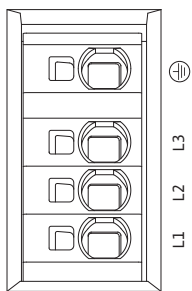

Fig. 33: Močnostne sponke (sponke omrežnega priključka)
- Močnostne sponke (sponke omrežnega priključka) (Fig.33)